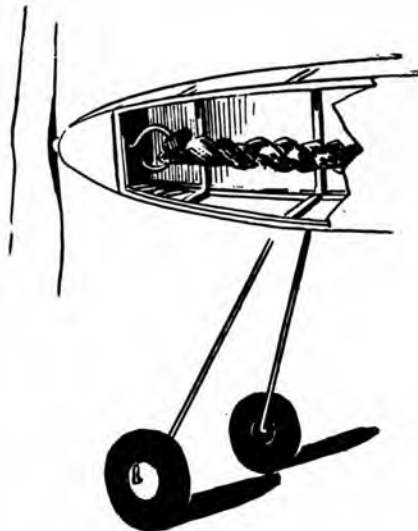

Fig. 28. — Un moteur-caoutchouc visible sur un modèle d'avion.
a) **par un moteur-caoutchouc** : pour obtenir l'énergie nécessaire à la rotation de l'hélice, on imprime, avant le vol, une torsion à un écheveau de caoutchouc (fig. 28).